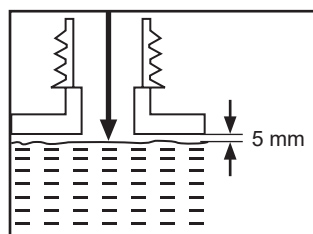

Fig. 7
4. Ajouter le carburant approprié dans le réservoir de carburant. Laisser un espace d'au moins 5 mm entre le niveau du carburant et le bord intérieur du réservoir pour permettre la dilatation du carburant (Fig. 7).